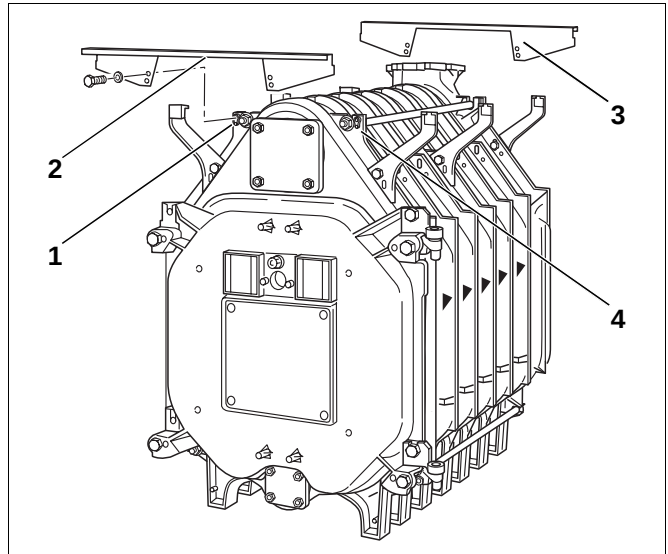

Fig. 36 Montage – tverrtraverser
- Fest tverrtraversen oppe foran (fig. 36, **pos. 2**) på knastene (fig. 36, **pos. 1 og 4**) og skru den fast for hånd ved hjelp av sekskantskruer (M 8 x 16). Kanten på den fremre traversen må peke fremover.
- Fest tverrtraversen oppe bak (fig. 36, **pos. 3**) på knastene og skru den fast ved hjelp av sekskantskruer (M 8 x 16). Kanten på den bakre traversen må peke bakover.